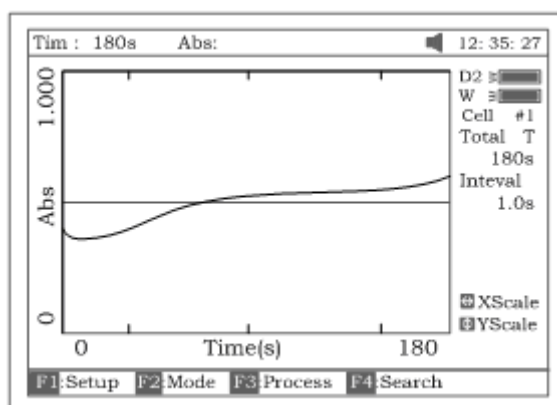

Рисунок 56
По прошествии установленного времени задержки прибор издает 3 звуковых сигнала и начнется процесс измерений оптической плотности (или %T) во времени с заданным интервалом. После завершения времени анализа прибор также издает 3 сигнала (рисунок 56).
- *Находясь в рабочем окне кинетического анализа (рис.56), нажмите клавишу [F3]*
- Находясь в рабочем окне кинетического анализа (рис.56), нажмите клавишу [F4]. Поиск выполняйте, переходя от точки к точке при помощи клавиши [<] или [>].
Примечание: загрузку или сохранение файла можно выполнить только из главного рабочего окна режима кинетического анализа (рис.56). Если вы находитесь в режиме обработки, нажмите [ОТМЕНА] для возврата в главное рабочее окно.